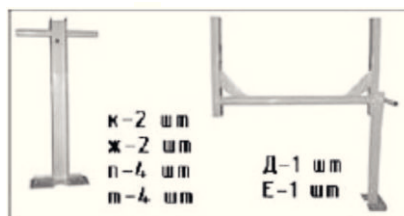

Рис. 3.
6.2. Смонтируйте на раме (Д) переднюю стойку (Е) используя крепеж (к, ж, п, т), что бы получилась конструкция как на Рис.3.